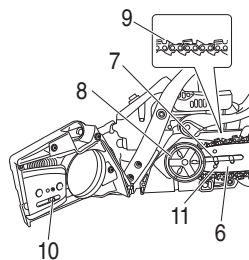

Fig. 5
3. Instale la barra de guía (6) en los pernos (7) y, a continuación, empújela hacia la rueda dentada (8) lo más lejos posible. (Fig. 5)
4. Compruebe que la dirección de la cadena (9) sea correcta como se indica en la figura y alinee la cadena sobre la rueda dentada. (8) (Fig. 5)
6. Instale la caja lateral (3) en los pernos (7). Asegúrese de que la cabecilla del tornillo de ajuste (10) de tensión de cadena esté fija en el agujero de la barra (11). (Fig. 5)